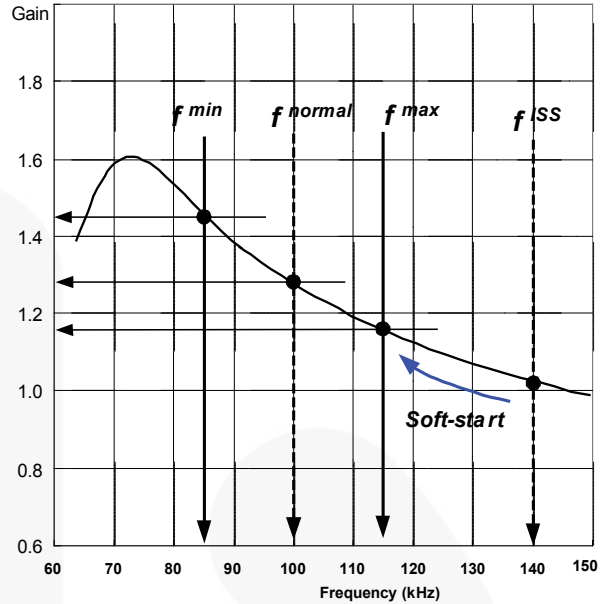

图 18. 谐振转换器典型增益曲线
3. 频率设置: 图 18 显示谐振转换器的典型电压增益曲线，其中增益与 ZVS 区中的开关频率成反比。输出电压可通过调制开关频率来调节。图 19 显示 R_T 引脚的典型电路配置，其中光电耦合器电阻连接至 R_T 引脚以调制开关频率。